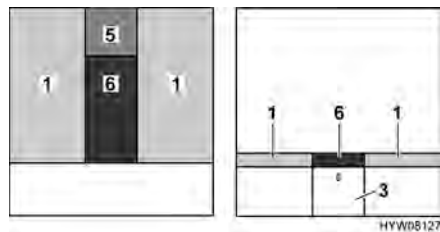

Bild 76 Efter ombyggnaden
- Lägg extradynan (Bild 76,5) på nattduksskåpet.
- Lägg extradynan (Bild 76,6) mellan madrasserna (Bild 76,1).